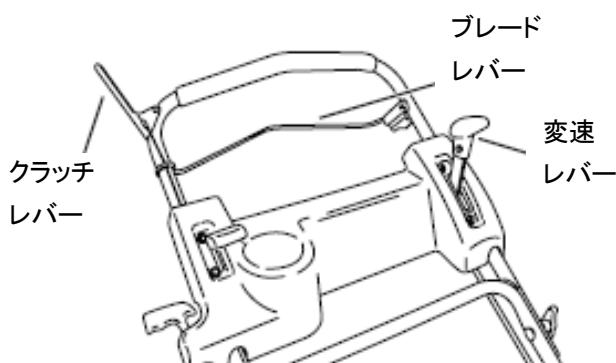

図 4-1
2. ブレードレバーおよびクラッチレバーが自由に動きますか。(図 4-1)